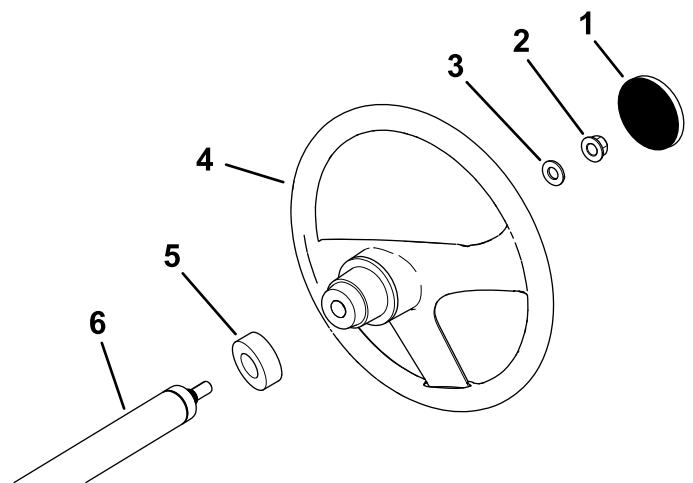

Figura 3
- Si la tapa está instalada, retírela del centro del volante (Figura 3).
- Retire la contratuerca (1/2") de la columna de dirección (Figura 3).
- Coloque el volante, el protector de polvo y la arandela (1/2") sobre la columna de dirección (Figura 3).
- Instale la tapa en el volante (Figura 3).